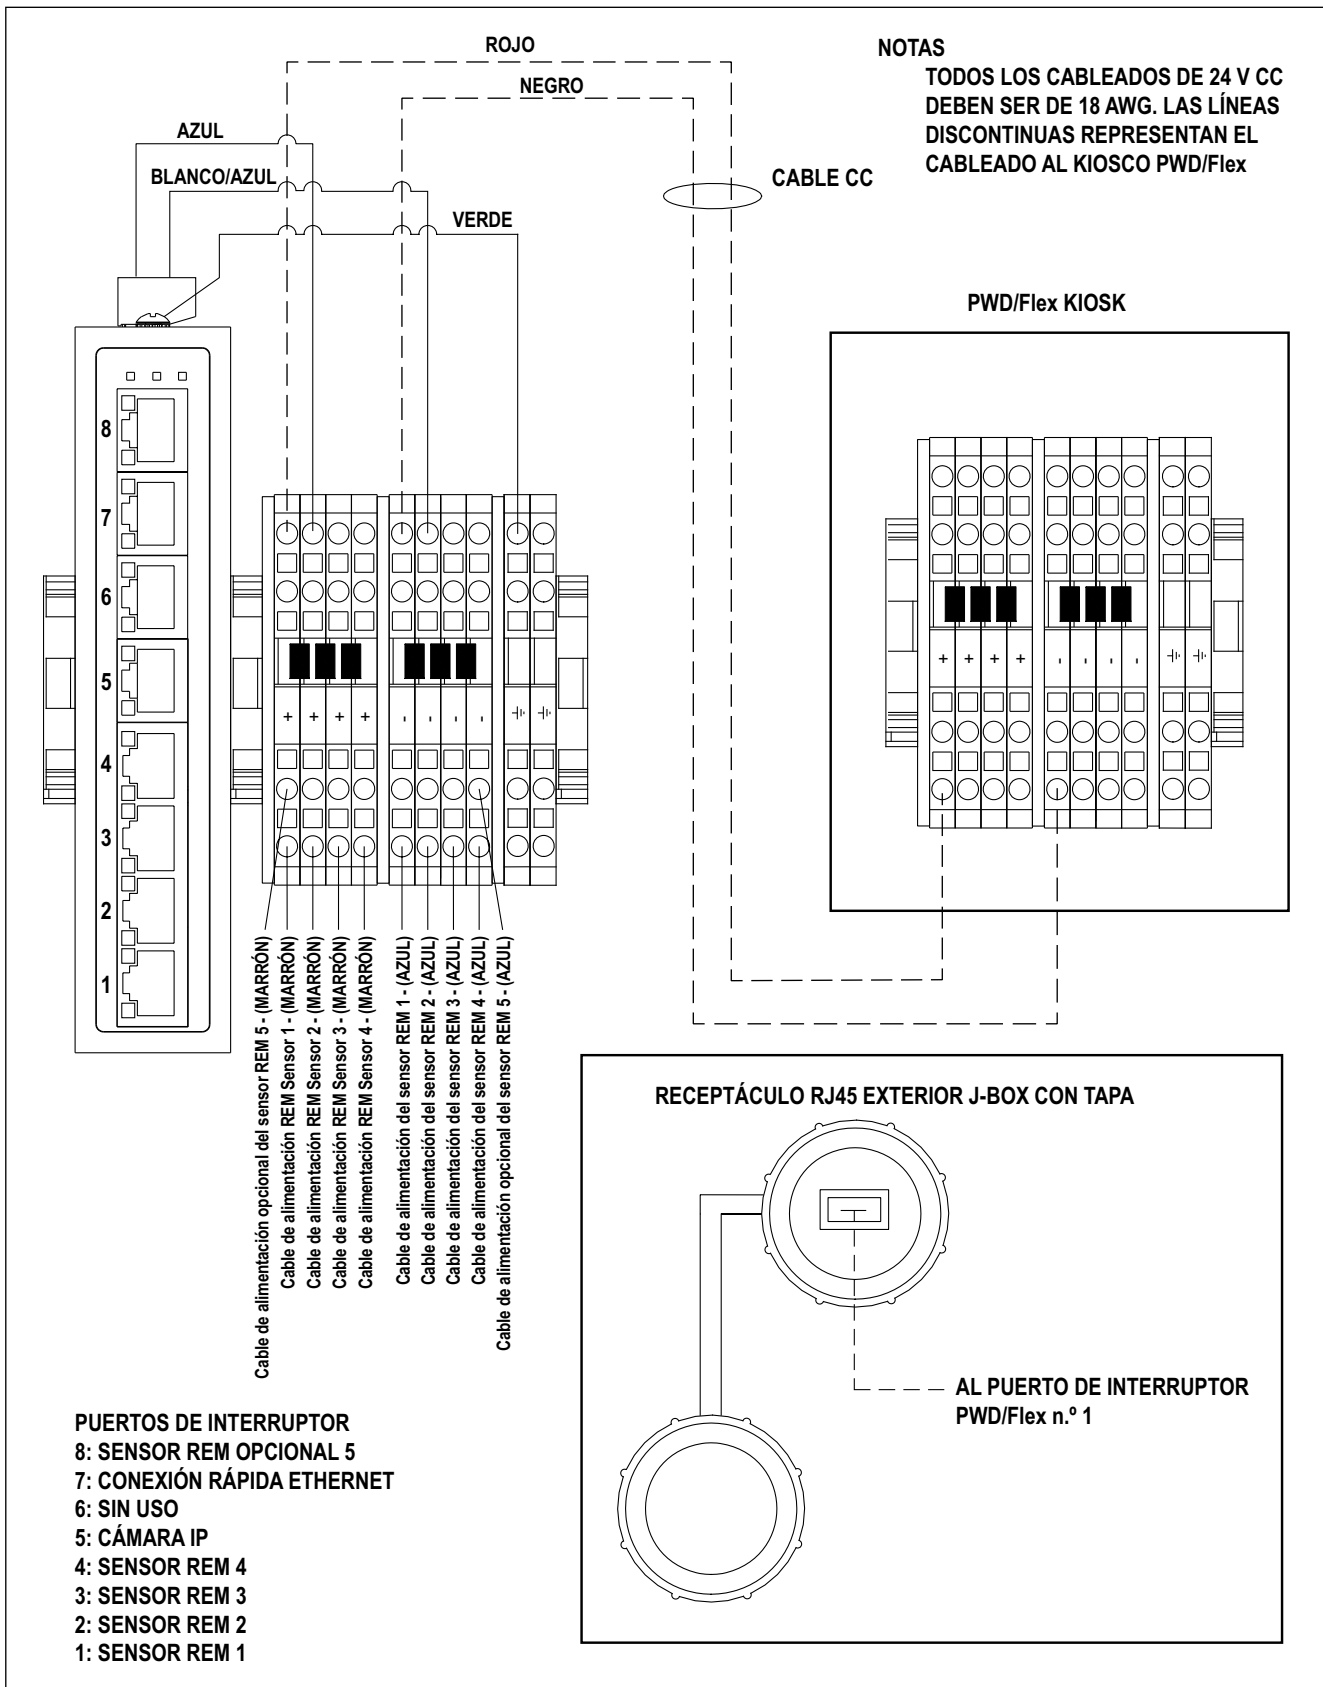

Figura 5-4. Cableado de la J-Box
7. Conecte los cables ethernet del sensor IFM remoto (verde) a los puertos ethernet de la J-Box (Figura 5-4 en la página 27).
9. Conecte los cables de alimentación del sensor IFM remoto al bloque de terminales de la J-Box (Figura 5-4 en la página 27).
3. Cablee la J-Box según Figura 5-4 en la página 27.